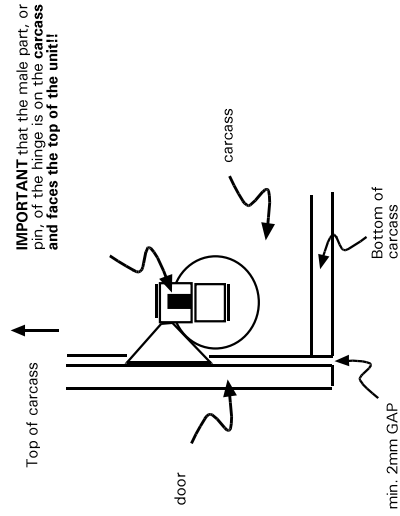

FIG 3
- Make sure that male or pin part of the hinge is on the carcass side and the pin **always faces the top** of the cabinet. (See Fig.3)
- Stellen Sie sicher, daß das Scharnier mit dem Zapfen an dem Glasmöbelkorpus befestigt wird und der Zapfen **immer zum oberen Teil** der Vitrine zeigt (s.Abb.3).